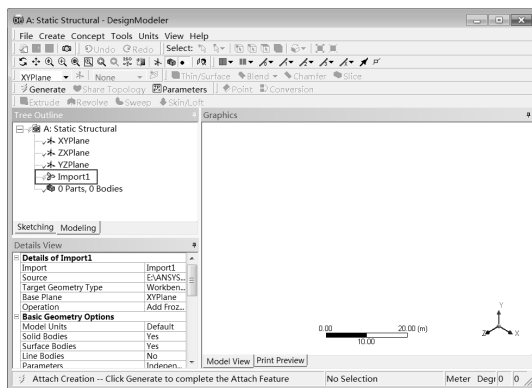

图 5-165 生成前的 DesignModeler 界面
Step3: 双击项目 A 中的 A2 Geometry, 此时会进入到 DesignModeler 界面, 选择单位为 m, 单击 OK 按钮, 此时设计树中 Import1 前显示, 表示需要生成, 图形窗口中没有图形显示, 如图 5-165 所示。